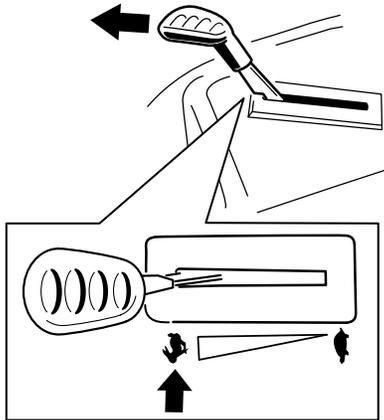

Figura 18
**Nota:** Siempre engrane las cuchillas con el acelerador en la posición de RÁPIDO (Figura 18).